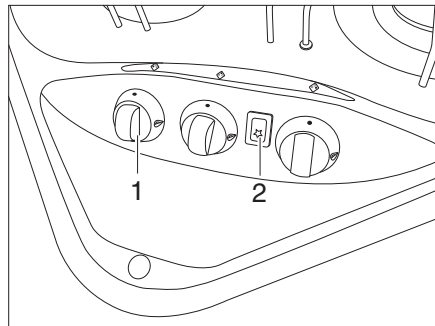
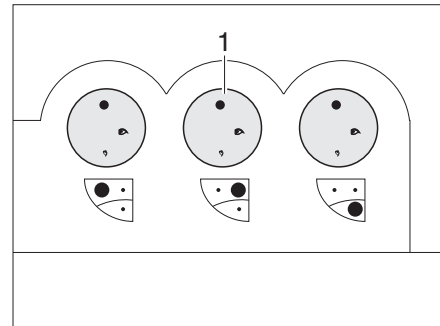

Bild 124 Bedienelemente für Gaskocher
Bild 125 Alternative: Bedienelemente für Gaskocher
- Drehregler (Bild 124,1 oder Bild 125,1) der gewünschten Brennstelle auf Zündposition (große Flamme) drehen.
- Wenn eine Zündtaste (Bild 124,2) vorhanden ist: Funke durch Drücken der Zündtaste erzeugen.